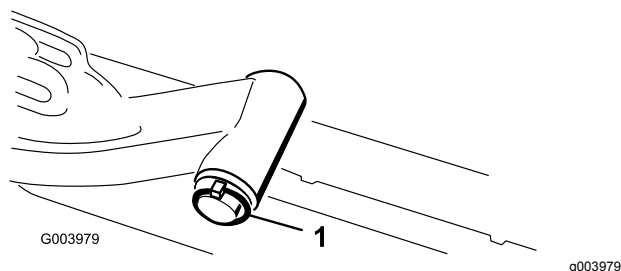

Figura 12
- A. Retire el pasador de seguridad y la arandela que fijan el eje pivotante del brazo de elevación al brazo de elevación, y deslice el eje pivotante fuera del brazo de elevación (Figura 12).
- C. Introduzca el eje del brazo de elevación en el brazo de elevación y fíjelo con la arandela y el pasador de seguridad (Figura 12).